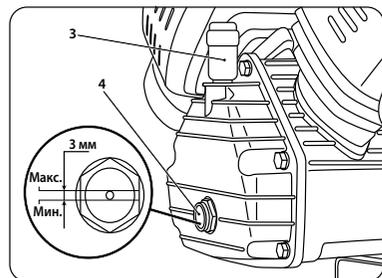

рис. 6
Проверьте уровень масла в картере. При необходимости произведите дозаправку. Открутите пробку картера (3) (рис. 6) и заправьте масло до максимального уровня (до красной отметки) в смотровом окне (4) (рис. 6). Подождите 5 минут после заправки и снова проверьте уровень масла, при необходимости долейте до отметки максимума. После окончательной доливки объем масла в картере составит порядка 200-450 мл (в зависимости от модели компрессора).
Категорически не рекомендуется смешивать масла разных типов. После заправки масла установите сапун (3) (рис. 6).